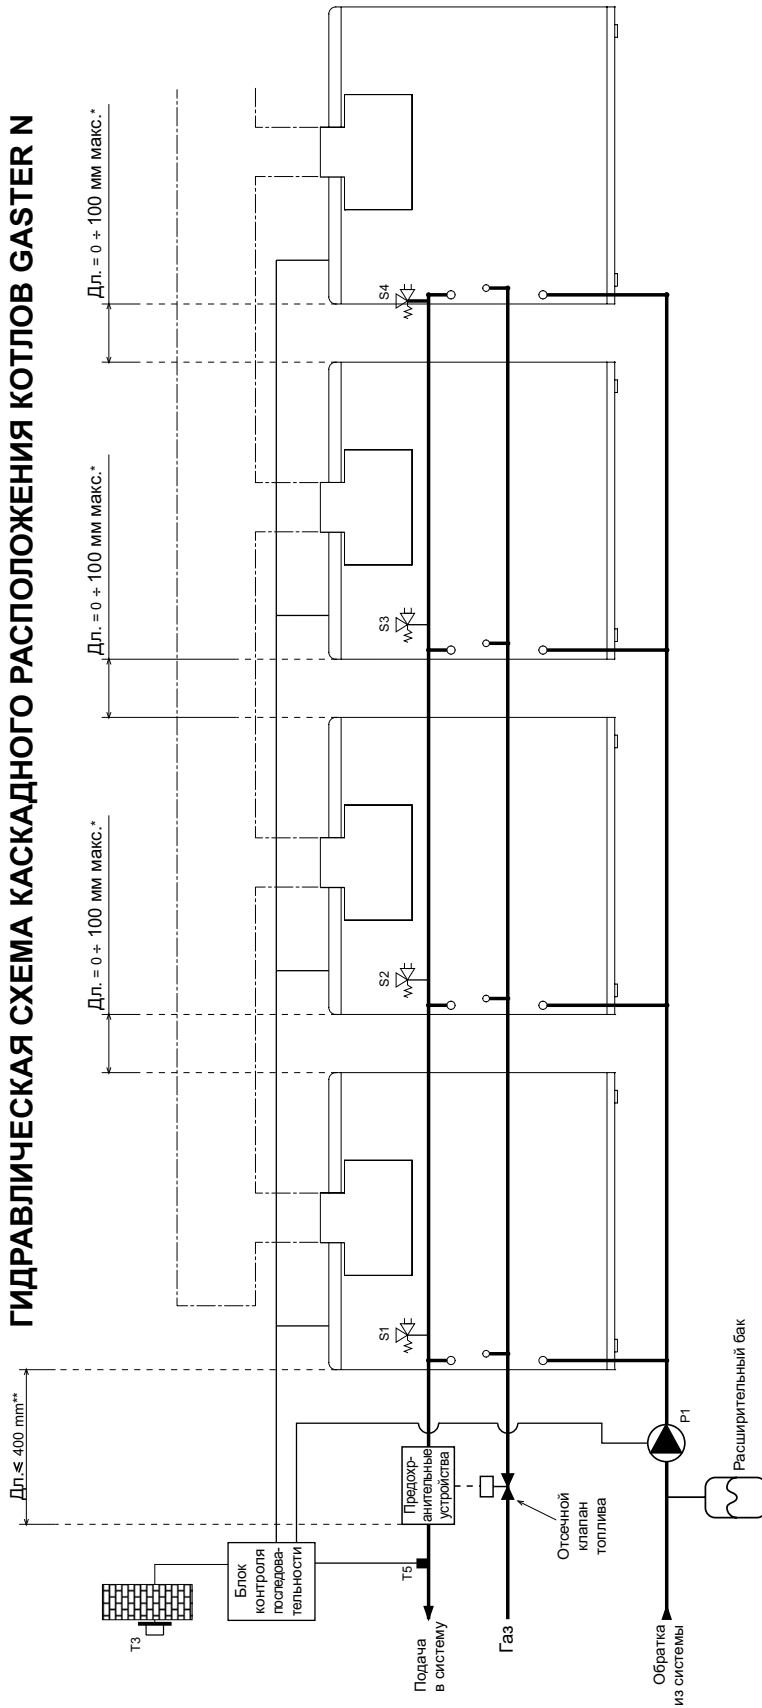

Рис. 10
- Соединить все модули к единому гидравлическому контуру с двойным коллектором (коллектор подачи и обратки), соблюдая все указания, приведённые на схемах рис. 10 и 11.
Каждый генератор, входящий в модульную группу, поставляется с уже проложенной электропроводкой, это касается как регулировок, так и предохранительных устройств. Поэтому такой генератор может работать самостоятельно (см. электрические схемы параграфа 4.5). Соединить каждый генератор к однофазной электросети в 230 В – 50 Гц, фазу нейтраль при помощи клемника или разъёма, а между котлом и линией установить предохранители в максимум 2 А. Очень важно всегда заземлять каждый генератор с хорошим заземляющим устройством. В случае, когда необходимо, чтобы генераторы, образующие модульную группу, работали в каскаде, установите электронный блок последовательности (рис. 10 и 11).